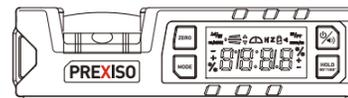

РИС. 1
a. Выключите оборудование. Положите оборудование на ровную и гладкую твердую поверхность. (РИС. 1).